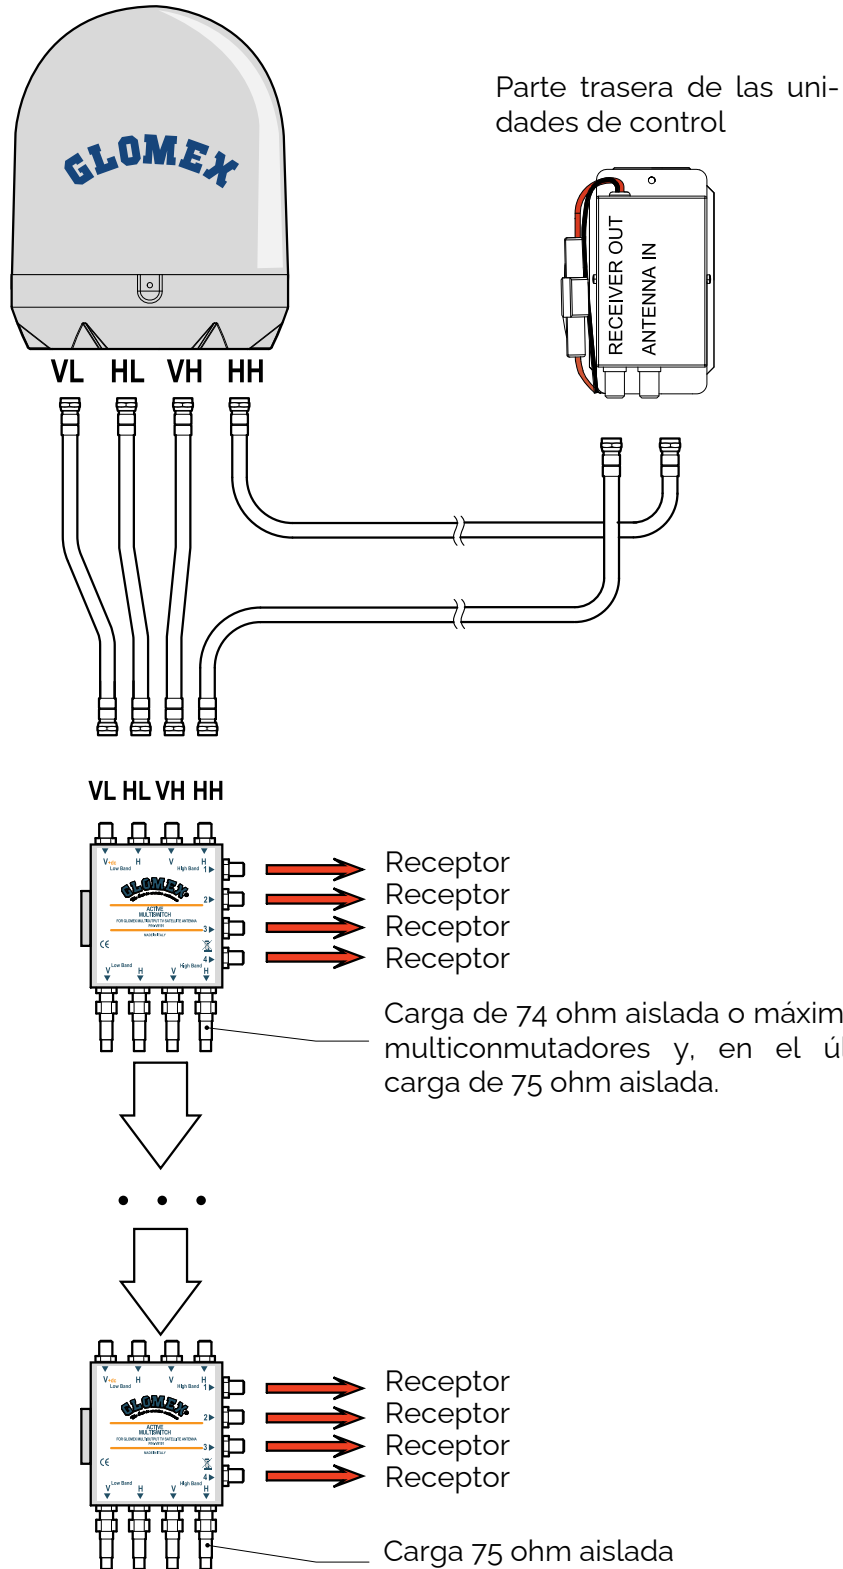

Fig. 29
- Para los modelos V9104N, V9804N y V9804NSKEW que proveen la presencia del multiconmutador, conecte los cables según las indicaciones en **Fig. 29**.